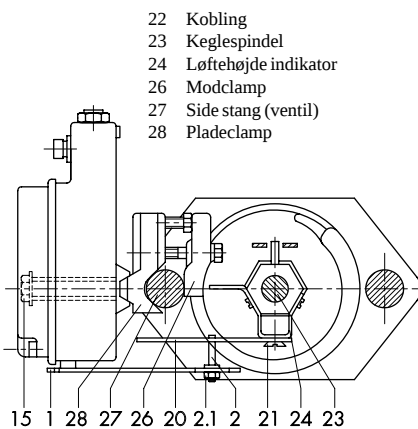

Fig. 5 · Montering af positioner på stang-ventil
2.2 Montage af positioner med stang-beslag (Fig. 5)